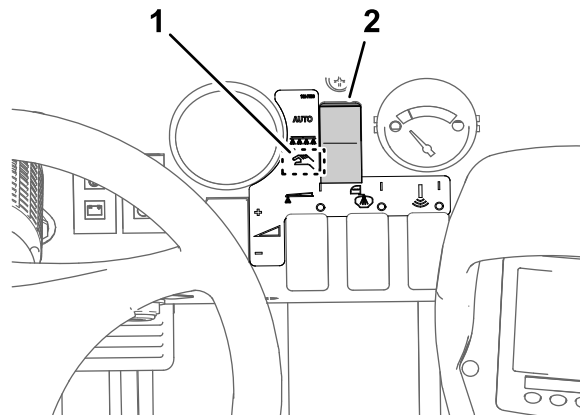

Figura 32
2. Impostate il pulsante della modalità di irrorazione sulla modalità manuale (Figura 32).